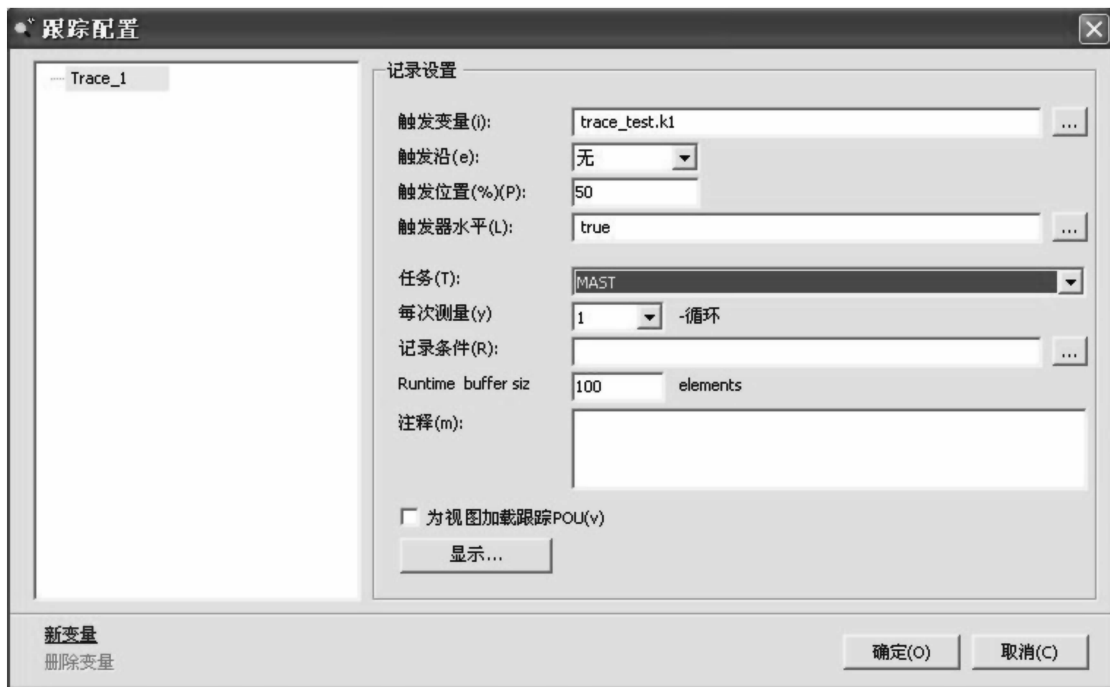

图 8-43 跟踪配置
6) 根据此配置框, 来配置参数。跟踪配置如图 8-43 所示。